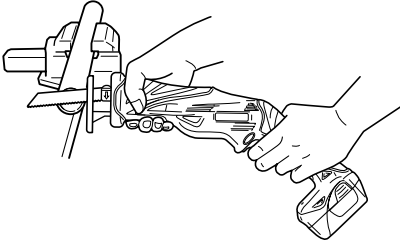

Fig. 23
- (1) Fixer solidement la pièce avant de procéder. (Fig. 23)